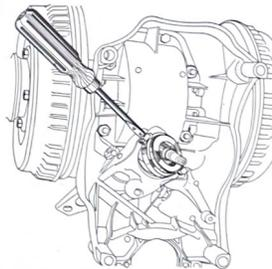

Fig. 3.31.—Utilización del anillo 3102 - T para el centrado de la horquilla de desembrague.
b) Colocar el anillo 3102-T (fig. 3.31) en las estrías del eje de embrague, bascular la horquilla